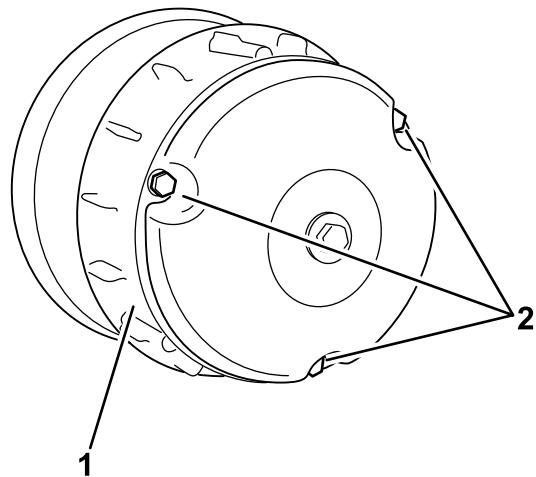

Figura 61
2. Togliete i 3 bulloni che fissano il carter della frizione e togliete il carter (Figura 61).
4. Montate il carter della frizione e fissatelo con i 3 bulloni (Figura 61) tolti in precedenza 2.